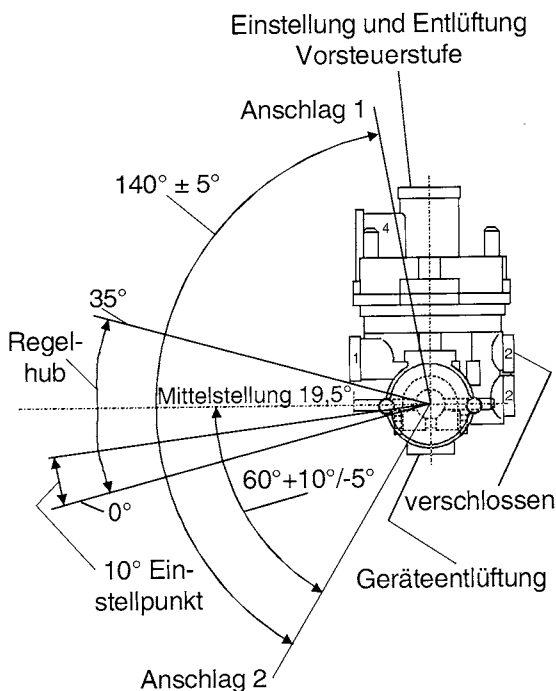

Abb. 2
Einstellen des 0°-Winkels (vgl. Abb. 2)
- 3.10 Den Betätigungshebel auf die 0° - Stellung des Bremskraftreglers einstellen (vgl. Abbildung 2). Den Anschluß 4 mit 0,5 bar belüften. Das Manometer 3 muß einen Druckanstieg erkennen lassen.